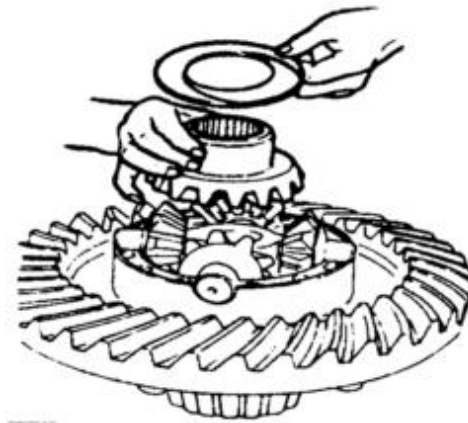

图 7-11
(7) 将半轴齿轮放置到行星齿轮上, 再装上半轴齿轮垫片(图 7-11);